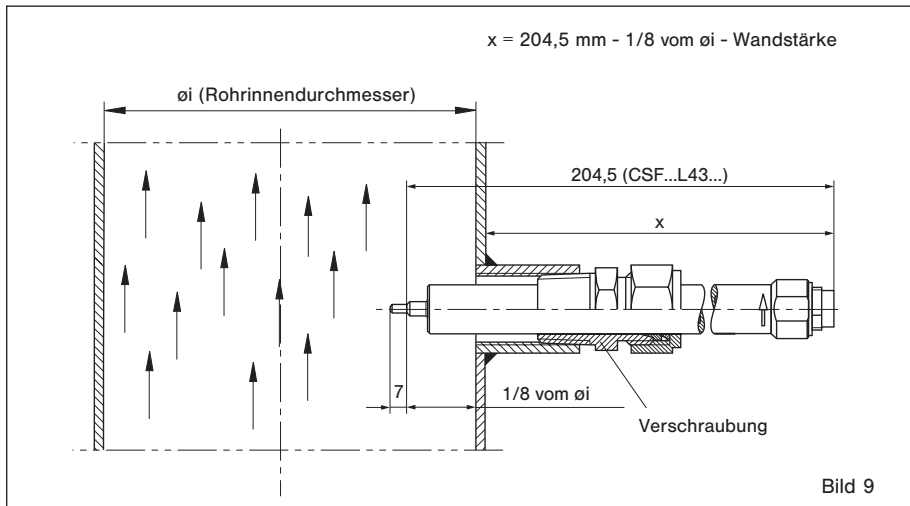

Bild 9
- Verschraubung PG16 Messing vernickelt (Siehe Bild 9)
- Verschraubung Edelstahl 316 (Schneidring) (Siehe Bild 9)